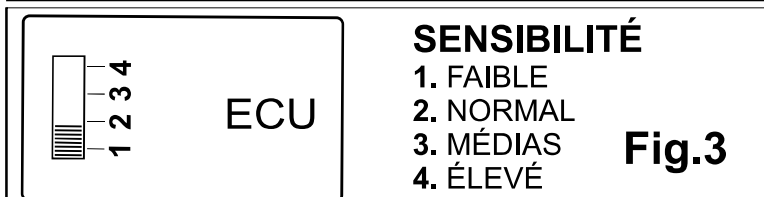

Fig.3
**NOTA:** Certains véhicules sont équipés d'un insert métallique (barre de protection) faisant face à la surface intérieure du pare-chocs. Lorsque cette surface métallique est trop proche de la surface intérieure du pare-chocs où vous avez placé le détecteur-antenne, le signal de distance peut être réduite. Cependant, la sensibilité peut être augmentée en changeant la position du levier (voir Fig. 3).